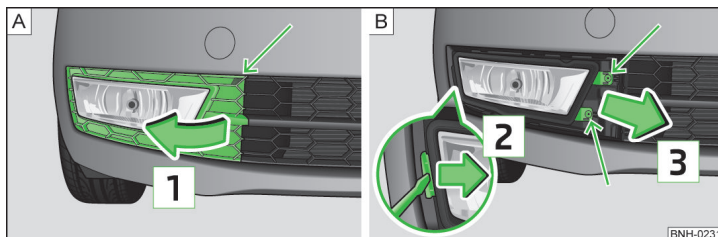

Fig. 153 Parachoques delantero: rejilla protectora / desmontaje del faro antiniebla
- Soltar la rejilla protectora en el sentido de la flecha » fig. 153 - **A** por medio del estribo para retirar los tapacubos integrales » página 154, *Equipo de herramientas a bordo*.
- Extraer la rejilla protectora en el sentido de la flecha **1** » fig. 153.
- Desenroscar los tornillos señalados con flechas » fig. 153 - **B** 1).
- Para un nuevo montaje, colocar el faro antiniebla en el sentido contrario al de las agujas del reloj **3** » fig. 153 y atornillarlo.